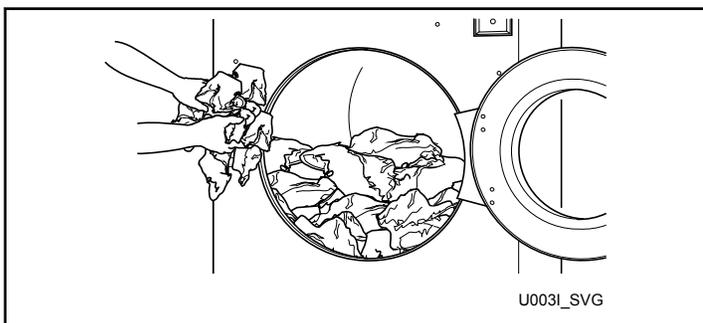

Figure 53
3. Charger à pleine capacité si possible. **NE PAS SURCHARGER.** Se reporter à la *Figure 53*.